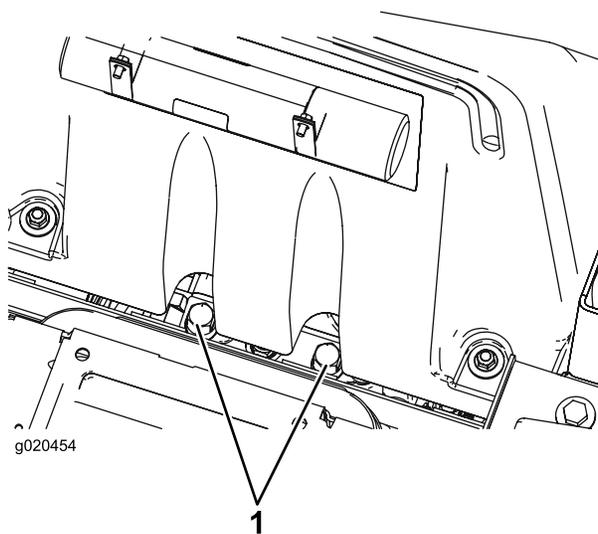

Рисунок 33
1. Поднимите сиденье. Перепускные клапаны расположены под передней частью топливного бака (Рисунок 33).